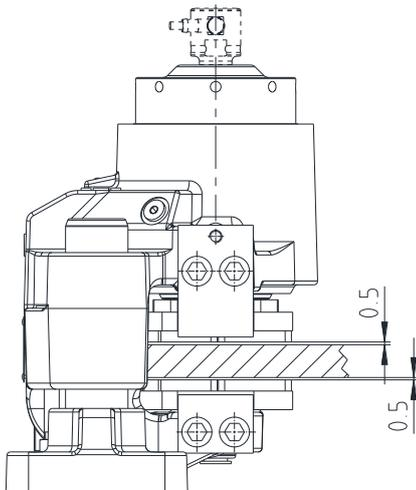

Bild 12: Einstellung Spalt
- Stellen Sie den Spalt auf 0,5 mm (siehe Bild 12) ein, indem Sie den Bolzen (Bauteil 5.1) in die Richtung nach oben oder unten schrauben.